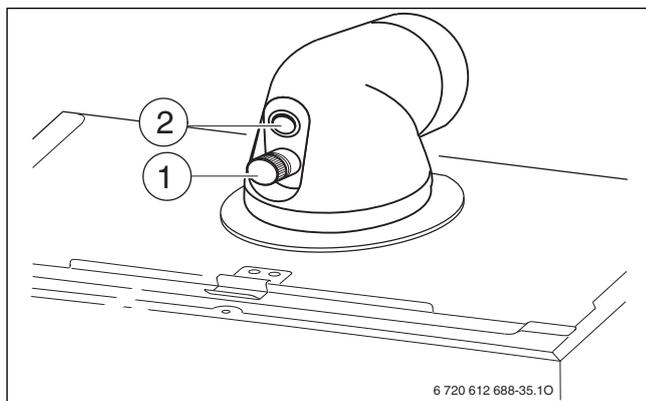

Fig. 59
- ▶ Rimuovere il tappo di chiusura dalla presa di analisi dei combusti (→ fig. 59, [1]).